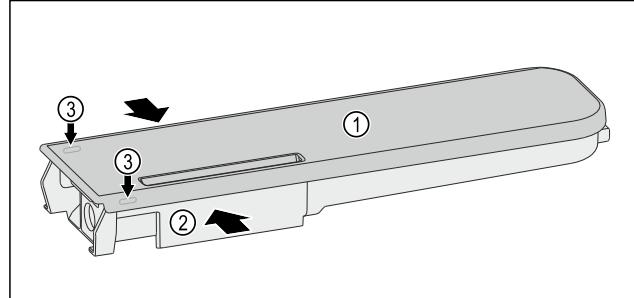

Fig. 130
- ▶ 挤压水容器 Fig. 130 (2)，然后小心地将盖子 Fig. 130 (1) 从锁定凸耳 Fig. 130 (3) 上撬起并向上拉。
- ▶ 略微来回移动盖子 Fig. 130 (1)，然后将其向上取下。